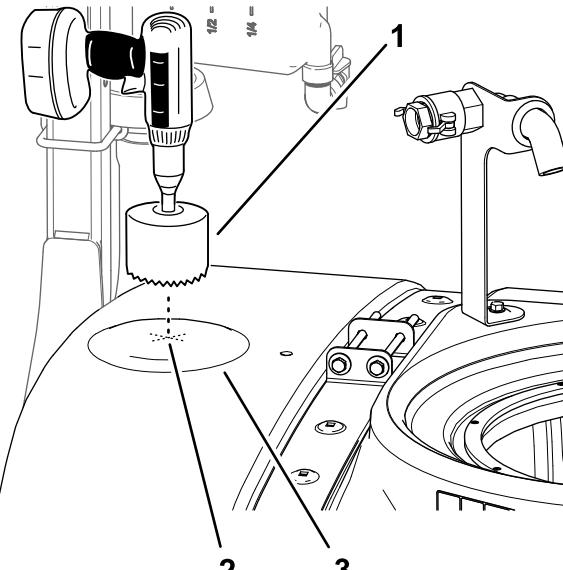

Figura 27
3. Utilice una broca de corona de 9 cm para perforar un taladro en el punto marcado (Figura 27).